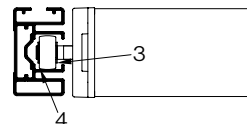

Abb. 22: Einführen der Laufräder
- » Verschrauben Sie diese an den dafür vorgesehenen Stellen an der Innenseite (5 – Abb. 22) mit Senkkopfschrauben M4x6 TX20 (im Endmontage-Set 2 – Abb. 16). Achten Sie darauf, dass die Schraubenköpfe **komplett versenkt** sind. Die Fallstangenzapfen oder Zugbänder könnten sonst daran hängen bleiben und beschädigt werden.